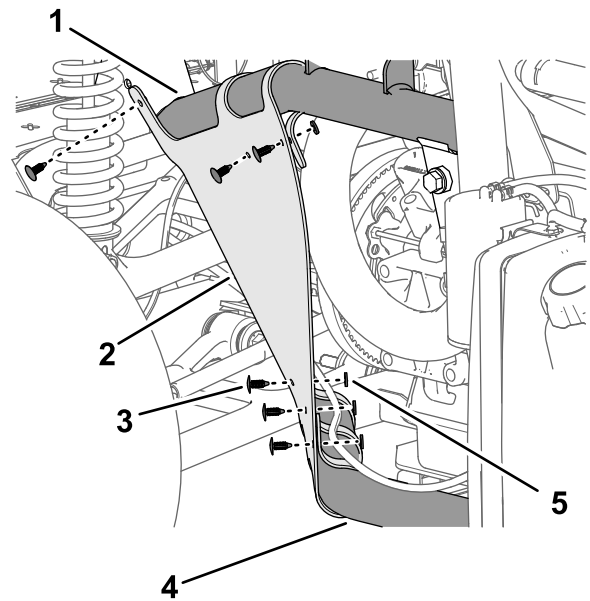

Figure 216
- Fixez la doublure d'aile aux tubes du cadres avec les 6 fixations à pression (Figure 216).
- Alignez les trous de l'aile et les trous du cadre de la machine, comme montré à la Figure 216.